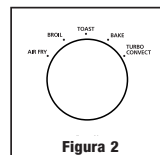

Figura 2
4. **Perilla selectora de función** - Seleccione la función de cocción girando la perilla a la graduación deseada. (Ver la Figura 2)